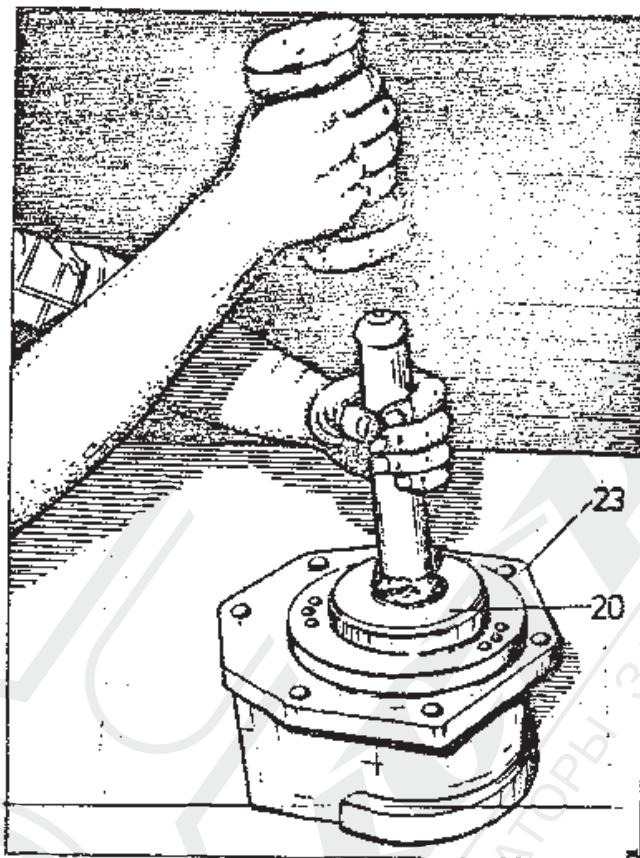

Рис. 2-33. Вдавливание с помощью стержня внешнего кольца конусного роликоподшипника 20 в отверстие корпуса 23 до упора с установочным кольцом.
22. Вдавить с помощью стержня в корпус 23 внешнее кольцо подшипника 20 до упора в установочное кольцо /поз. 21 на рис. 2-33/.